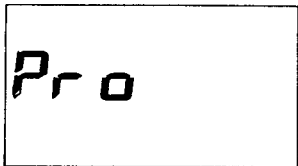

Fig. 5.12
Programmeringstasten **Pro** (10) trykkes ind (fig. 5.12)